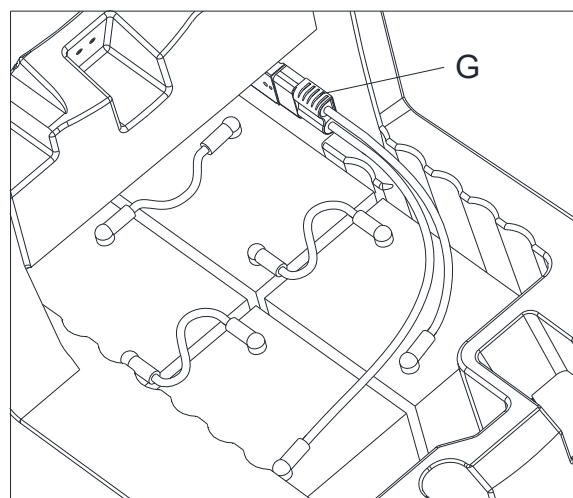

Figura 10
2. Desconecte el conector de la batería (G, Figura 10).